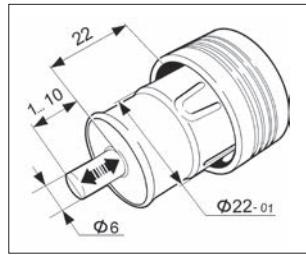

Рис. 216. Размеры вилки электрического прибора для использования в патроне для подключения дополнительных потребителей
5. Использование аксессуаров, не соответствующих пункту 2 и рис. 216, может привести к короткому замыканию в цепи автомобиля.
предохранителя, который временно отключит электрический аксессуар. В случае повторного срабатывания предохранителя электрический аксессуар отключить для проверки его соответствия пункту 2 и рис. 216.